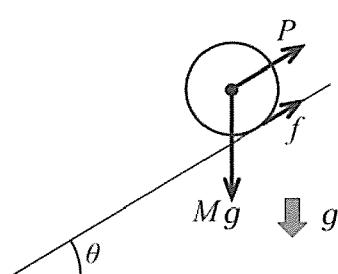
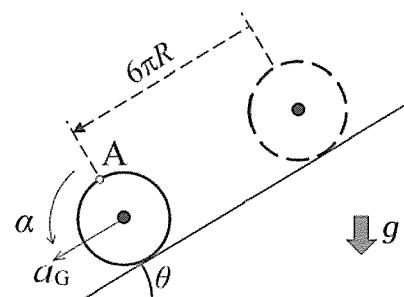

図1
図2
I 水平面と θ の角度をなす斜面の上に、円板（質量 M , 半径 R ）があり、円板の重心に、斜面に平行な力 P が作用し、円板が支えられ、図1のような配置で平衡状態にある。力 P を取り除くと、図2のように、斜面に沿って、滑ることなく転がり落ち、斜面をちょうど3回転した。このとき、次の(1)～(6)の問い合わせについて答えよ。ただし、重力加速度を g 、円板が斜面から受ける静止摩擦力を f 、半径 R で質量 M の円板の重心を通り、円板に垂直な軸に関する慣性モーメントは、 $I_G = MR^2/2$ で与えられる。斜面の長さは、円板が3回転するのに対して十分長く、斜面の状態は均一である。
- (1) 円板がまさに転がり落ちようとするとき、転がり落ちるのを防ぐために必要な力 P を、 M , g , θ , f を用いて示せ。
- (2) 円板が滑らずに斜面を転がり落ちているとき、重心の加速度 a_G と重心周りの角加速度 α の関係式を、 R を用いて示せ。
- (3) 円板が滑らずに斜面を転がるための静止摩擦係数 μ の条件を、 θ を用いて示せ。
- (4) 平衡状態から、円板がちょうど3回転したときの、円板の重心の速度を V_G とすると、図2に示す円板上の点A（斜面に接する点の反対の点）の速度 V_A は、 V_G の何倍かを示せ。
- (5) 平衡状態から、円板がちょうど3回転したときの、円板の重心の速度 V_G を、 g , R , θ を用いて示せ。
- (6) 平衡状態から、円板がちょうど3回転するまでにかかった時間 T を、 g , R , θ を用いて示せ。